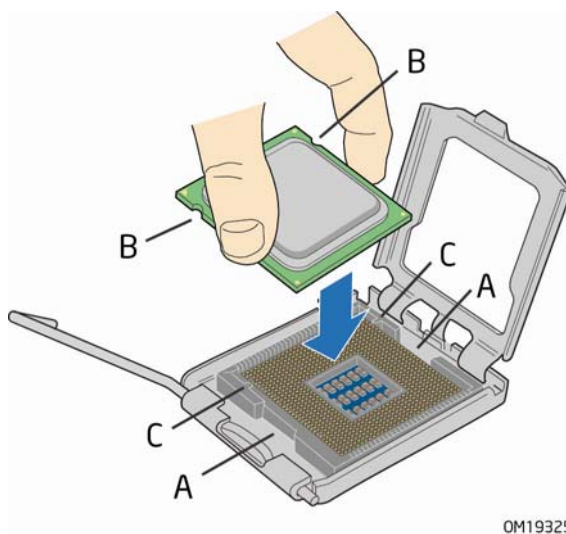

图 10. 安装处理器
6. 用拇指和食指夹取处理器，处理器的方位如图 10 所示。确保手指对准插座上的切口（图 10 中的 A）。使凹口（图 10 中的 B）与插座（图 10 中的 C）对齐。垂直向下降低处理器，切勿使处理器在插座上倾斜或滑动。